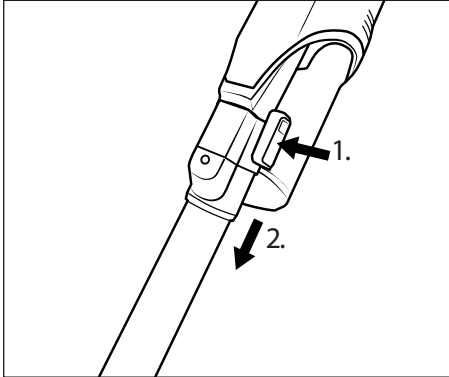

Fig. 11
- ◆ For at fjerne sugerøret 24 fra produktet skal du trykke på oplåsningsknappen til sugerøret 25 og holde den nede og tage sugerøret 24 ud af produktets sugeåbning (se fig. 11).